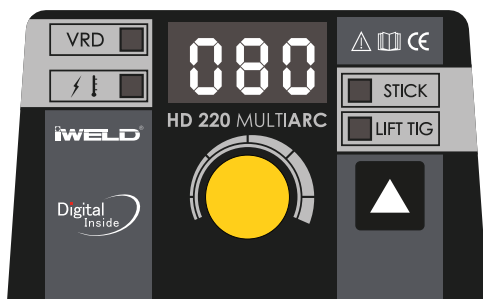

Bild 3: Die Anzeige in der LIFT TIG Mode
- Nach Beendigung des Schweißens drücken Sie kurz die [STICK/LIFT TIG] und die [VRD] Schalterknöpfe! Die LIFT TIG Anzeige leuchtet auf und die Anlage schaltet um zu LIFT TIG Mode. Die Anzeige auf der Frontplatte zeigt die Information wie auf dem Bild 3. zu sehen ist. LIFT TIG bedeutet, dass der Wolfram berührt zuerst den Arbeitsstück. Danach drücken Sie den Brennerschalter. Ein Bogen wird gebildet wenn Sie den Brenner abheben.
- Die [Welding current display] (Schweißstromanzeige) zeigt die voreingestellte Stromstärke "080", die Einheit ist Amper (A).